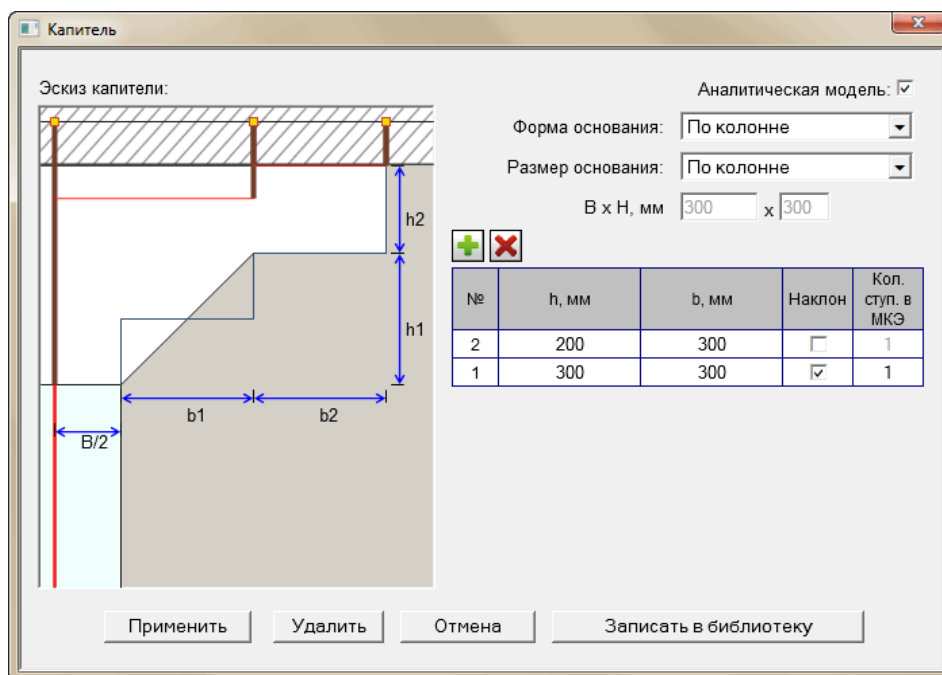

Рис.6.5. Диалоговое окно **Капитель**
- В открывшемся диалоговом окне **Капитель** (рис.6.5) щелкните по кнопке  - **Добавить ступень**, чтобы создать ступень капители и введите для нее следующие данные: